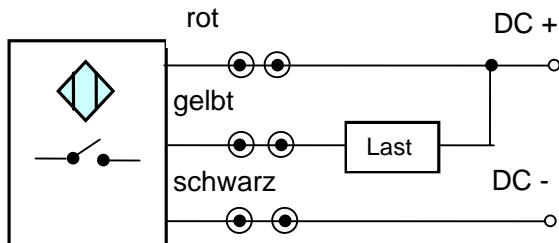

Bild. 1
*1: Option: Lastverbindung nach Bild. 1